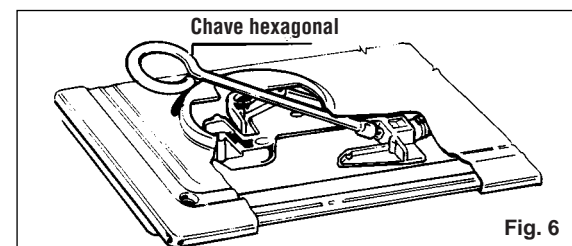

Fig. 6
- introduzir uma chave hexagonal para tubos no suporte do queimador (fig. 6). (Esta chave é fornecida juntamente com a placa)